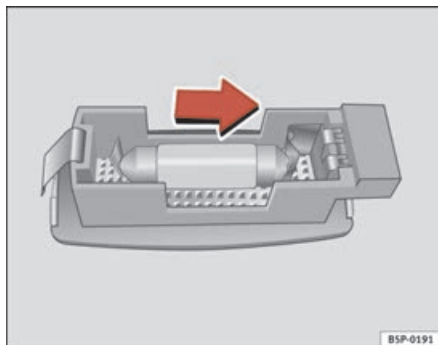

Fig. 204 Desmontagem da luz da pala do sol
- Retire a luz com cuidado, utilizando a parte plana da chave de fendas, tal como indica a figura ⇒ fig. 204.
- Retire a lâmpada, movendo-a no sentido da seta e para fora ⇒ fig. 204. ■